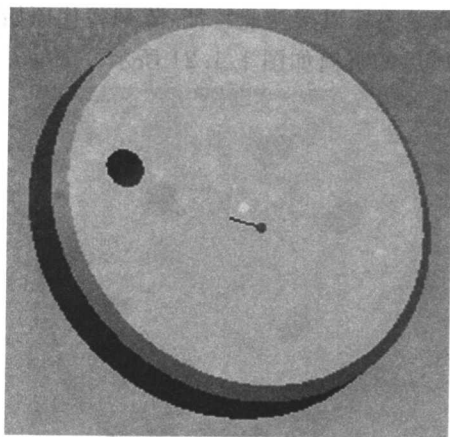

图 1.1.18
Step3:单击操控板上的确定图标以接受此特征,完成第一个孔的创建,如图 1.1.18 所示。